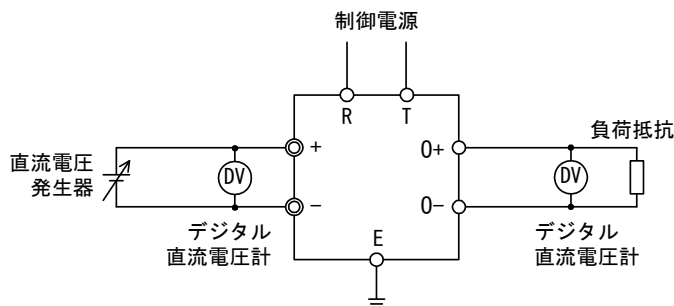

図 5 試験接続図
b) 図5の接続を行い、15分以上ウォームアップした後計測試験を行ってください。